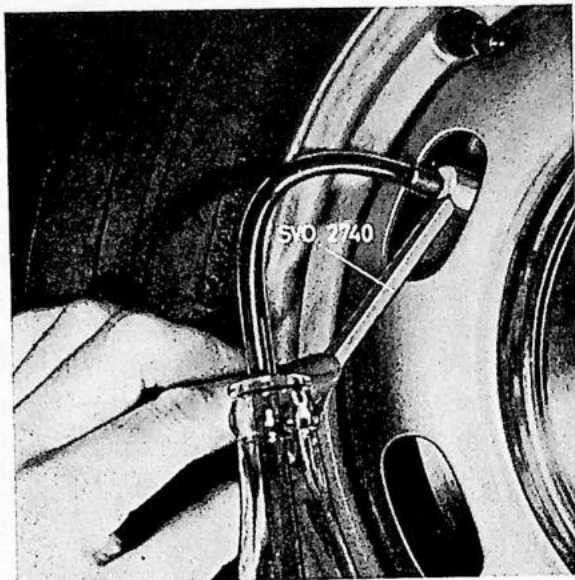

Fig. 5-53. Het ontluichten van de rechtervoorwielrem
3. de nippel aan de buitenkant (Fig. 5-53)
6. de nippel aan de buitenkant (Fig. 5-53),